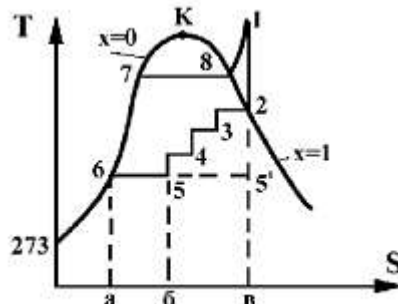

Рис. 10
15. Показать на рис. 10 площадь, эквивалентную количеству тепла, не пошедшему на выработку электрической энергии в результате отбора пара из турбины для целей регенерации.
16. Показать на рис. 10 площадь, эквивалентную уменьшению потерь тепла в конденсаторе в регенеративном цикле.
17. Показать на рис. 10 площадь, эквивалентную потерям тепла в конденсаторе в регенеративном цикле.